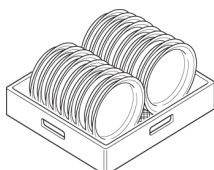

Fig.22
- 5- Ranger les assiettes en face avant. (Fig.22)